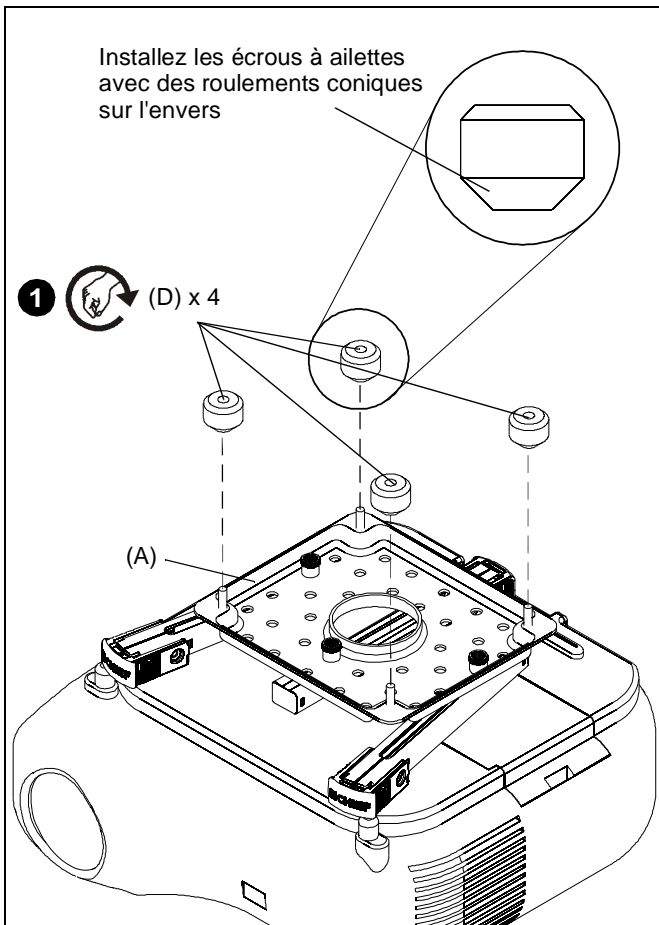

Figure 8
1. Sur le SLBU, installez en partie quatre écrous à ailettes (D) aux vis de la plaque principale du SLBU. Assurez-vous d'installer les écrous à ailettes avec des roulements coniques sur l'envers. (See Figure 8)